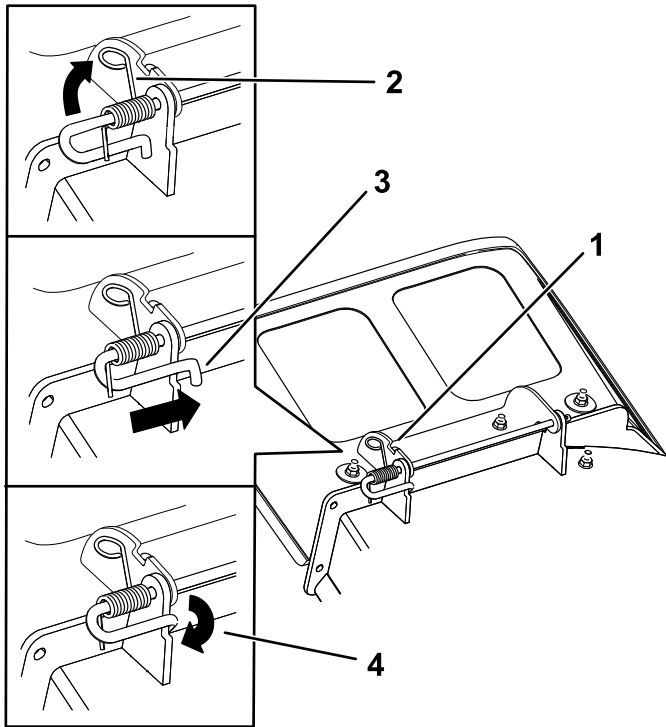

**Figura 76**
1. Desengate a mola da ranhura no suporte do defletor e deslize a barra para fora dos suportes soldados da plataforma, mola e defletor de descarga (Figura 76).